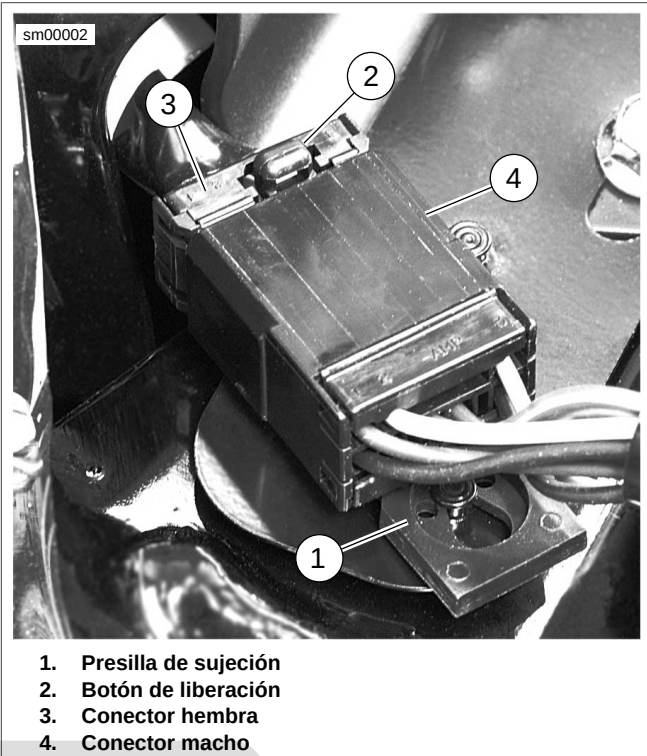

Figura A-1. Conector AMP Multilock
Vea Figura A-1. Las presillas de sujeción (1) en los conectores macho se adaptan a los espárragos “T” en la estructura de la motocicleta. Los espárragos “T” identifican las ubicaciones de los conectores de equipo original. Para poder dar servicio, siempre vuelva a colocar los conectores en las ubicaciones de equipo original después de darles servicio.
2. Vea Figura A-1. Presione el botón de liberación (2) en el lado del terminal hembra del conector y saque el conector hembra (3) del conector macho (4).